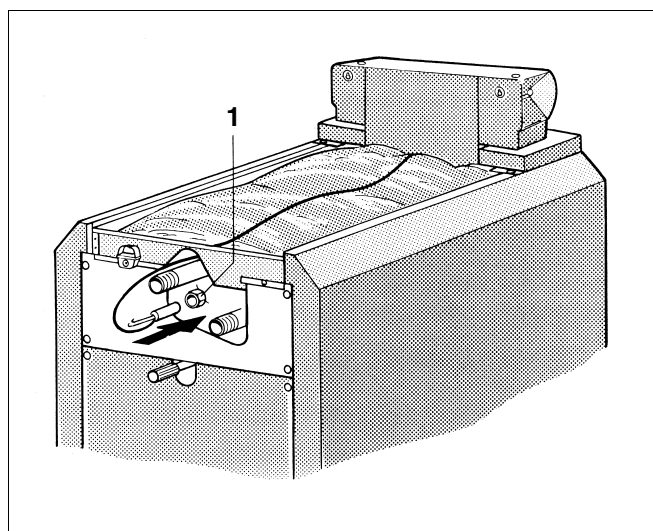

Fig. 18 Målested
- Rul temperaturfølerens kapillærrør (fig. 18, **pos. 1**) ud til den ønskede længde, og før dem til målestedet.